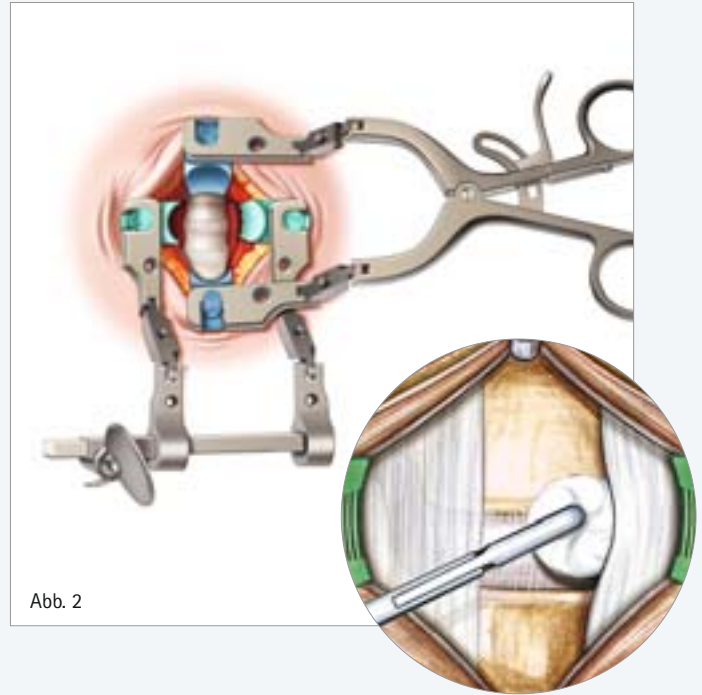

Abb. 2
- Nach der Hautinzision und Präparation erfolgt das Einsetzen des CASPAR Retraktors (Abb. 2). Die Valven sind sowohl in PEEK, als auch in Titan erhältlich. Ein Gegensperrerr kann verwendet werden. Das subkutane Gewebe wird vom Platysma nach kranial, kaudal und medial getrennt. Danach wird das Platysma in Faserrichtung auseinandergeschoben. Die Platysma-ränder können mit einem Wundspreizer oder zwei chirurgischen Pinzetten auseinander gehalten werden.